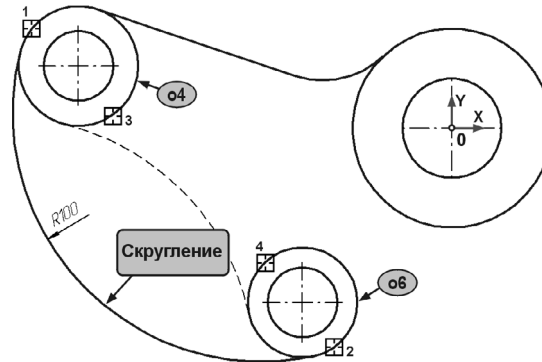

Рис. 25.8. Построение скругления окружностей о4 и о6
- 12.2. Постройте сопряжение окружности о4 и окружности о6 дугой радиусом 100 мм (рис. 25.8).
При выполнении скруглений большое значение имеет точка указания объектов. Если указать окружность о4 в точке курсора 3, а окружность о6 в точке курсора 4, то будет построен вариант сопряжения, показанный на рис. 25.8 пунктирной линией.